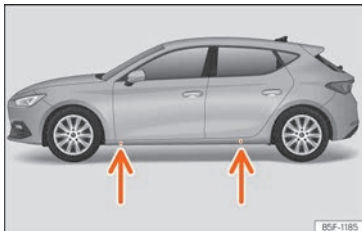

Fig. 40 Points de prise du cric.
- Recherchez sur le bas de caisse la marque du point d'appui du cric (zone renforcée) le plus proche de la roue à changer » » fig. 40.